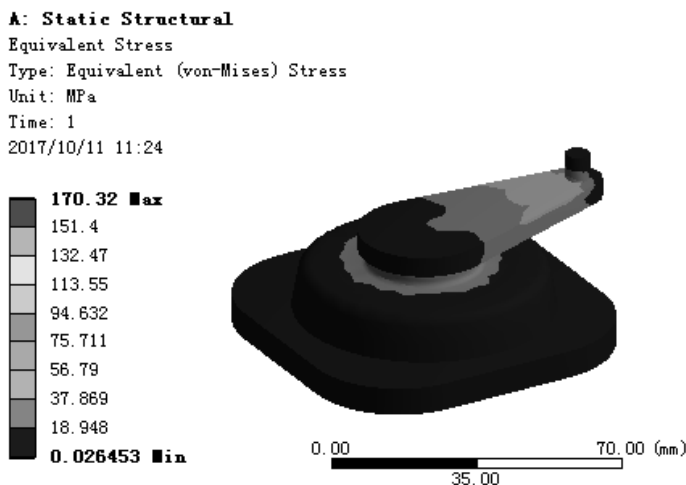

图 7.6.57 应力结果图解
(1) 求解分析。在顶部工具栏中单击 **Solve** 按钮求解分析。
(2) 查看应力结果图解。在“Outline”窗口中选中 **Equivalent Stress**，查看图 7.6.57 所示的